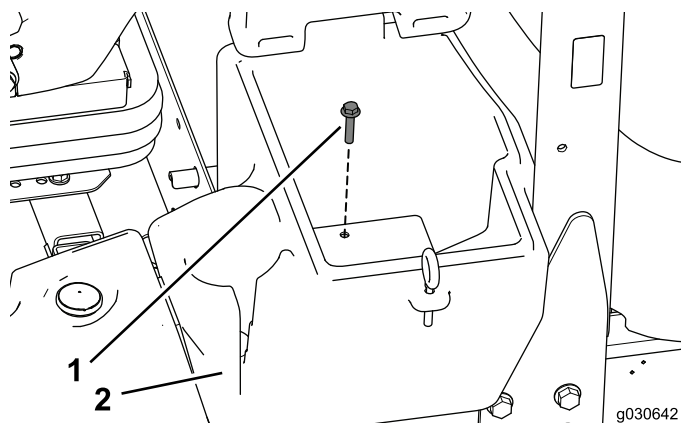

Figura 1
1. Rimuovete il bullone che fissa il vano portaoggetti situato sul lato sinistro della macchina (Figura 1) e mettetelo da parte.